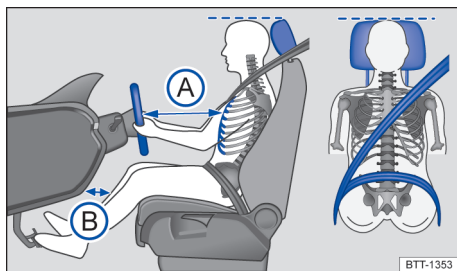

Fig. 20 Imagine de referință: Distanța corectă a șoferului față de volan, aranjarea corectă a centurii de siguranță și reglarea corectă a tetierei șoferului.
- Reglați tetiera astfel încât marginea superioară a tetierei să se afle pe cât posibil la aceeași înălțime cu partea superioară a capului - totuși nu mai jos de nivelul ochilor. Așezați partea din spate a capului cât mai aproape de tetieră → fig. 20.
- Reglați volanul astfel încât distanța dintre volan și torace să fie de cel puțin 25 cm → fig. 20 **(A)** și să puteți ține volanul de marginea exterioară a zonei laterale, cu ambele mâini și brațele ușor flexate.
- Reglați scaunul șoferului în lungime, astfel încât să puteți acționa pedalele cu genunchii ușor îndoiți, iar distanța genunchilor față de planșa de bord să fie de cel puțin 10 cm în zona gambelor → fig. 20 **(B)**.